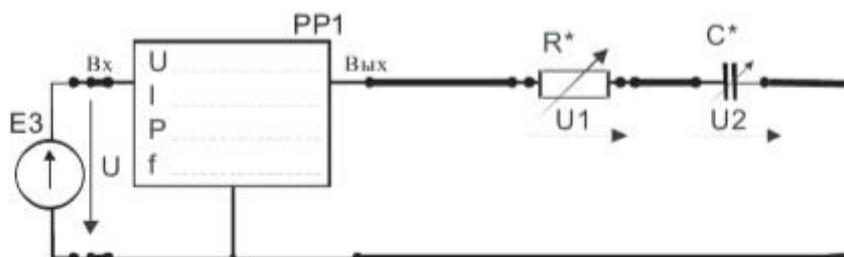

Рис. 1
2.2. Собрать электрическую цепь с последовательным соединением резистора  $R^*$  и конденсатора  $C^*$  (рис. 1), используя элементы цепи в соответствии с заданным вариантом (табл. 1). В качестве резистора  $R^*$  использовать перестраиваемый резистор R10 в соответствующей позиции переключателя (табл. 1). У цифровых амперметров установить режим измерения переменного тока. Предъявить схему для проверки преподавателю.